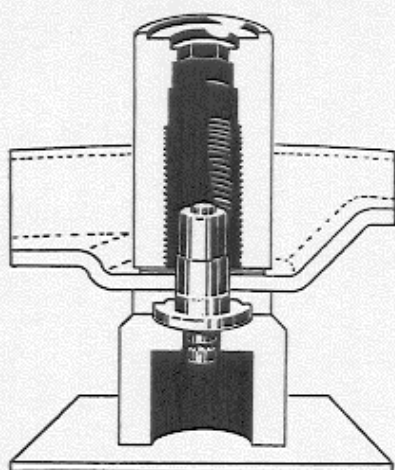

Abb. 26.
2. Haltebuchse umdrehen und den neuen Bolzen über die Buchse stellen. Einstellnocken (4), Bremsträger (1), Scheibe (3) und die innen eingekerbte Federscheibe (2) über den Bolzen stecken und mit Hilfe des Preßwerkzeugs aufpressen, siehe Abb. 26.